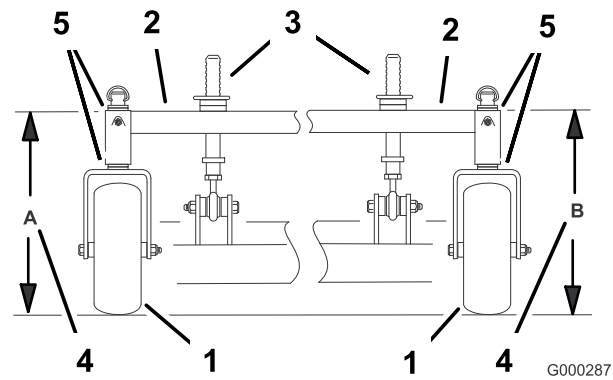

Figure 69
- Mesurez la hauteur du bâti porteur au point **A** (Figure 69).
- Mesurez la hauteur du bâti porteur au point **B** (Figure 69).